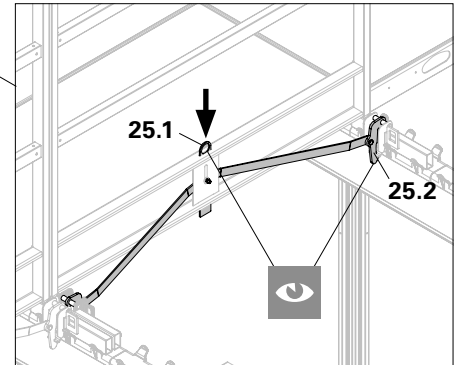
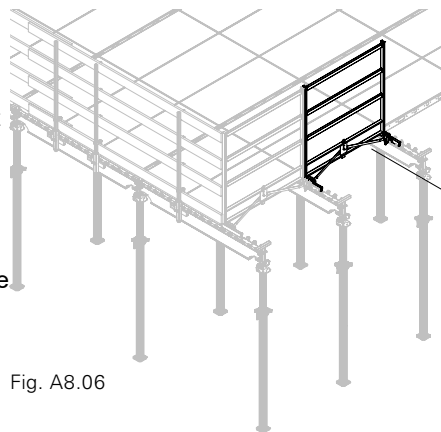

Fig. A8.05
Fig. A8.06
Les crochets se verrouillent et sont sécurisés. Si l'anneau n'est pas complètement abaissé, alors appuyez sur l'anneau (25.1) vers le bas en marchant dessus. (Fig. A8.05) Le Montant de Garde-corps SD est installé. (Fig. A8.06)
- Les crochets ensèrent-ils les dents de la poutrelle? (Fig. A8.05)